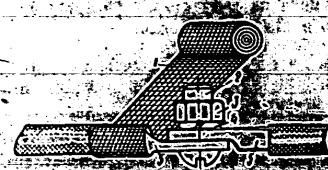

Рис. 21. Места соединения проводов: 1 — изоляционная лента; 2 — винт М4х10; 3 — гайка М4; 4 — пружинная шайба; 5 — наконечник ГЛД 540221 (Е-2).
соединять между собой при помощи винтов 2 (рис. 21), гаек 3, применяя пружинные шайбы и изолируя места соединения;
- Дополнительные провода соединяются с основными при помощи винтов М4Х10, гаек М4 и пружинных шайб. Места соединения изолируются (см. рис. 21).